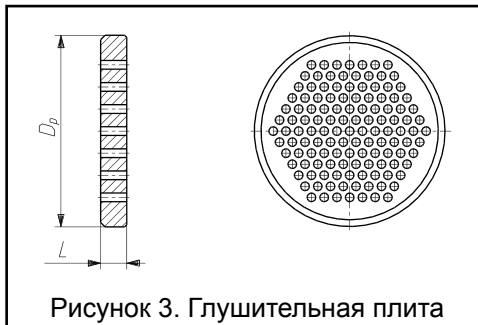

Рисунок 3. Глушительная плита
- глушительные плиты на выходе клапана или/и внутри редукционного соединения (рис. 3,4 и табл. 14)